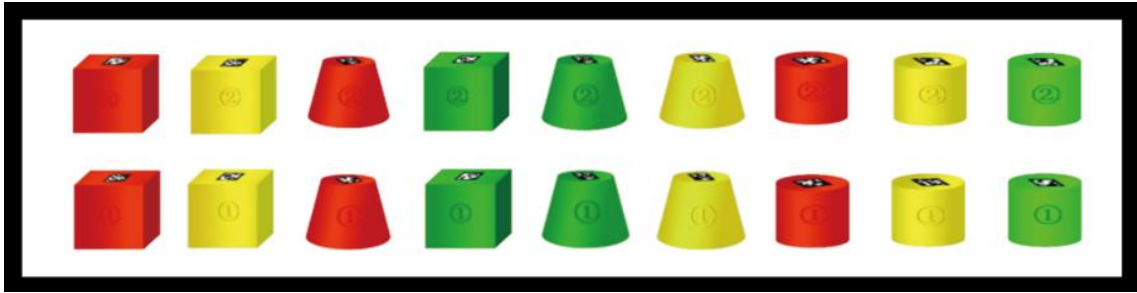

图 11 初中组放置区抽签任务摆放示意图（举例）
②初、高中组任务抽取随机性：放置区物品按照不同种类进行现场抽签摆放，抽签时两个相同的方块固定在一竖列，如图11所示：